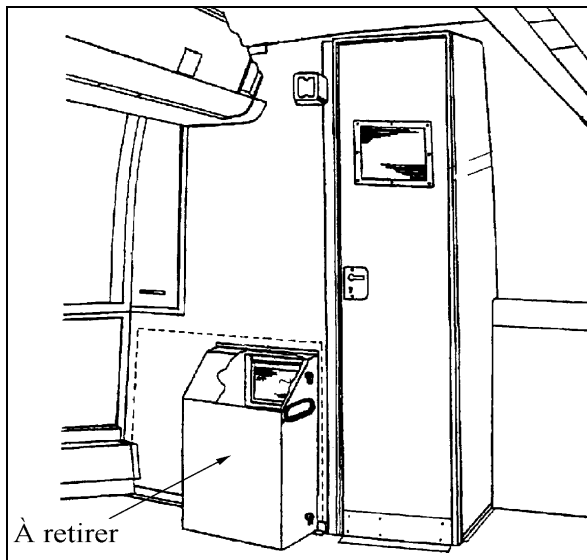

FIGURE 1: RETRAIT DE LA POUBELLE, PRÈS DU CABINET D'AISANCES
1. Localiser, à l'arrière du véhicule, la poubelle fixée à la cloison du cabinet d'aisances (voir figure 1). Retirer cette poubelle.